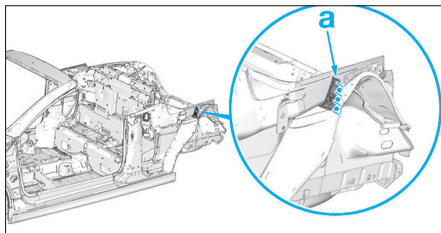

FIG. 76
- Apposer l'insert d'étanchéité (a) (Fig.76).